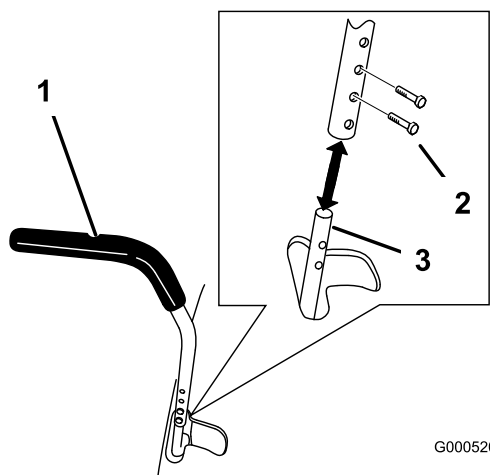

Figura 22
1. Retire los 2 pernos que fijan la palanca de control al brazo de la palanca (Figura 22).
2. Mueva la palanca al juego de taladros siguiente. Fije la palanca con los 2 pernos (Figura 22).